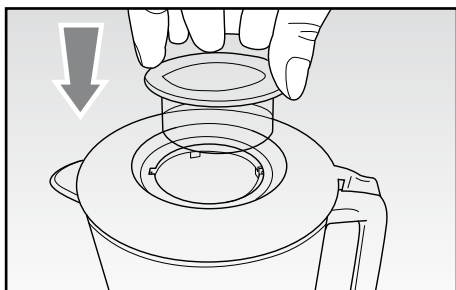

Fig. 13
- Inserire gli alimenti preparati in precedenza dal foro presente sul coperchio (S), senza superare il livello massimo indicato sul frullatore (T), e quindi inserire il tappo (R) sul coperchio (S) in modo che le tacche presenti sul tappo si innestino perfettamente nelle relative asole sul coperchio (Fig. 13).